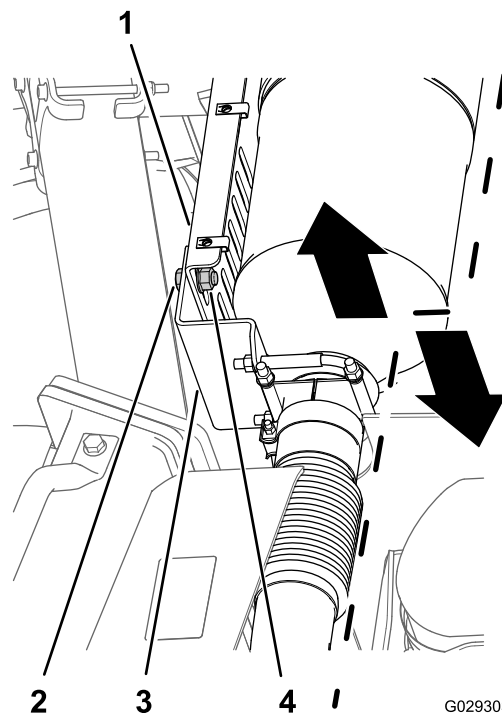

Figura 21
- C. Solte os 2 parafusos flangeados (1/2 x 1 pol.) e as porcas flangeadas serrilhadas (1/2 pol.) que fixam o suporte inferior do silencioso ao suporte do sistema de escapamento (Figura 21).
- D. Desloque o silencioso para a esquerda ou direita para alinhar o fole (Figura 21).